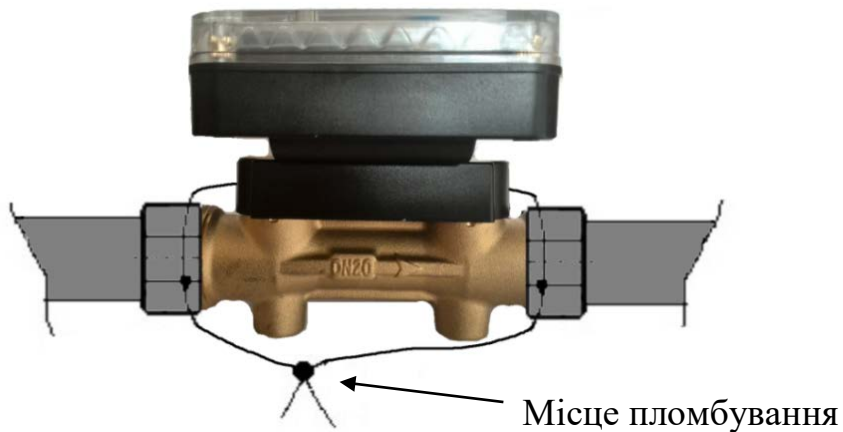

Рис.6 – Пломбування перетворювача витрати
7.2 Перетворювач витрати пломбується після монтажу на трубопроводі (Рис.6).